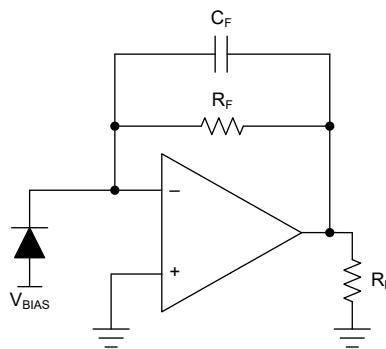

図 8-2. 広帯域フォトダイオードトランスインピーダンスアンプ
THS4631はゲイン帯域幅積が大きいことから、高いトランスインピーダンスゲイン、広帯域幅、高スルーレート、低ノイズを同時に実現できます。また、高出力電源レールによって、出力側で非常に広いダイナミックレンジを実現できる可能性が生まれることから、広いダイナミックレンジの入力ソースを使用することが可能となります。こうした特性を兼ね備えたTHS4631は、広帯域で低レベルの入力信号のトランスインピーダンス増幅が必要なシステム向けの最適な設計オプションとなります。図 8-2 に、標準的なトランスインピーダンス回路が示されています。
図 8-2 に示されている回路では、1 つを除き、設計パラメータのすべてが既知ですが、それでも帰還コンデンサ (CF) を決定する必要があります。帰還コンデンサを適切に選択することで、不安定な設計を防止し、パルス応答特性を制御できるため、トランシスインピーダンス帯域幅を最大化して、広帯域の積分ノイズを制限することが可能となります。CF で表されるフラットな周波数応答の最大値は、式 3 のように計算されます。